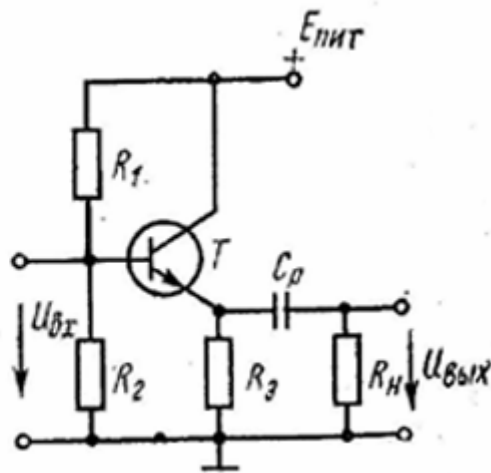

Рис. 5
- 3) с общим коллектором (эмиттерный повторитель) – ОК (рис. 5).
4. Определяем наибольшие амплитудные значения входного сигнала тока $I_{вх\ m}$ и напряжения $U_{вх\ m}$, необходимые для обеспечения заданного значения $U_{вых\ m}$. Задаввшись наименьшим значением коэффициента усиления транзистора по току β_{min} , получаем $I_{вх\ m} = I_{б\ m} = I_{б\ m}/\beta_{min}$, причём ток $I_{вх\ m}$ не должен превышать значения $(I_{б\ max} - I_{б\ min})/2$, где для маломощных транзисторов $I_{б\ max} \approx 1 \div 2$ мА, $I_{б\ min} = 0,05$ мА. По входной статической характеристике для схем ОЭ (рис. 5) и найденным значениям $I_{б\ min}$ и $I_{б\ max}$ находят значение $2U_{вх\ m}$.